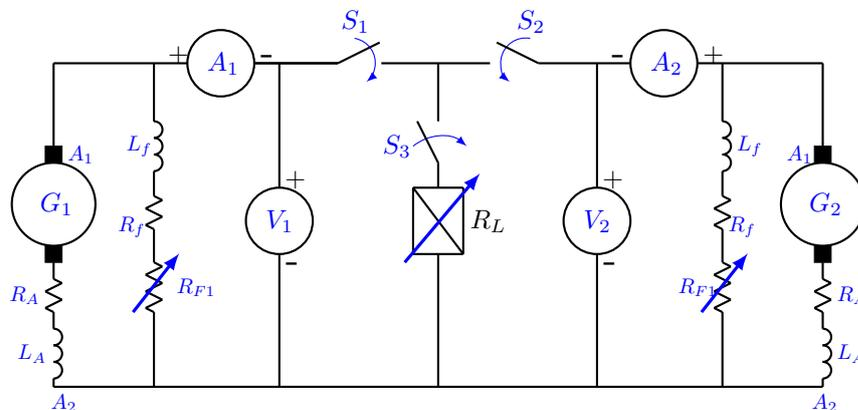

Figura 12: Conexión de generadores conectados en paralelo.
- 2.4. Monte el circuito de la figura 12. Utilice la resistencia R_{F1} (conexión en serie de 2 resistencias de 100Ω) como resistencia de campo para el generador CC, la resistencia R_{F2} (conexión en serie de 2 resistencias de 100Ω y 330Ω) para el electrodinamómetro (segundo generador CC) y la de 200Ω como resistencia de carga.